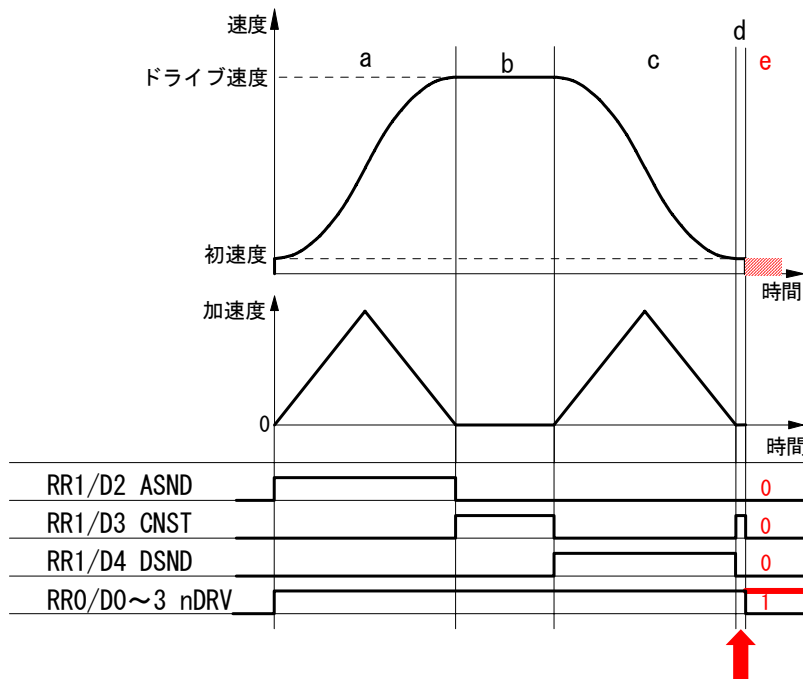

図3 RR1 レジスタが示す加減速状態
ICのRR1 レジスタからは、加速中(ASND)、定速中(CNST)、減速中(DSND)の加減速状態を読み取ることができますが、この時の加減速状態は次の図3 ようになります。
減速停止要求が入ると不具合が発生する可能性がある区間は図3 中 d の区間で、この時の加減速状態は定速(CNST=1)を示しています。また不具合(連続してパルスを出す)が発生した場合には、ドライブ中(RR0/nDRV=1)にもかかわらず、ASND,CNST,DSND はいずれも 0 となります。
基本的には減速が始まったら、減速停止をさせる必要がないわけですから、減速停止命令(26h)の発行を禁止するようにします。減速中であることを知るには通常 nRR1/D4(DSND)を見ますが、図3 に示すように、減速停止命令を書く和不具合が発生するのは図3 中 d の区間です。この区間では DSND ビットは0になり CNST ビットが1になります。従って、回避策として次の2つの方法を提案させていただきます。
減速停止をかけたい区間は加速時及び定速時(図3 の a と b)ですが、図3 に示すように、不具合を起こす区間 d も定速区間 b と同じ定速状態を示します。しかし現在速度に違いがあり定速区間 b では設定ドライブ速度に近く、不具合を起こす区間 d では初速度に近い値です。従って、ドライブ開始前に初速度とドライブ速度の中間の速度を判定速度 $((\text{ドライブ速度} - \text{初速度})/2 + \text{初速度})$ として求めておき、ドライブ中減速停止命令を発行する時には、加速中(ASND=1)または定速中(CNST=1)で且つ現在速度 $\geq$ 判定速度ならば減速停止命令を発行するようにします。
割込みの発生要因として、図3 に示すS字加減速の定速域(b 区間)終了を設定することができます。しかしこの割込みは、図3 に示すように、
- ① 定速域終了を確認します。ドライブしている軸の RR3/D5(C-END)ビットが 0 の場合は、他の割り込み要因ですので、そちらの割り込み処理を行ないます。
- ② 減速域に入ったか確認します。RR1/D4(DSND)=1 の場合は、図 3 の b 区間から c 区間にはいった時ですから、そのまま処理を終了します。=0 の場合は d 区間終了であることを示していますので、③の処理に移ります。
- ③ ドライブの終了を確認します。もしドライブが終了していれば、d 区間も正常に終了したことなので、そのまま処理を終了します。ドライブが終了していない場合は、d 区間が終了したにもかかわらずドライブ状態であることですので、不具合が発生したことがほぼ確定できます。即停止命令をかける前に、次の④と⑤は安全のために確認します。
- ④ ハードリミットがオンしていることを確認します。RR1/D12,D13 ビットはそれぞれ+方向、-方向のリミットが作動すると 1 を示しますので、D12=1 または D13=1 ならば、進行方向のリミットがオンしたと判断します。
- ⑤ 不具合発生時には ASND=CNST=DSND=0 となるので、これを確認します。
- ⑥ 即停止命令を発行します。
(2) IC からの割り込みを使用しない場合
図 3 の d 区間において進行方向のリミットがアクティブになると不具合が発生します(正確には、まれに発生する場合があります)。これを事前に回避する方策はありませんので、不具合が発生したら直ちに停止させる方法を取ることになります。図 3 に示すように不具合が発生すると(e 区間)、ドライブ状態のまま(RR0/nDRV=1)、加減速状態は ASND、CNST、DSND とともに 0 になります。この状態は正常なドライブでは起きません。よって、次のような対策のための処理例を示します。